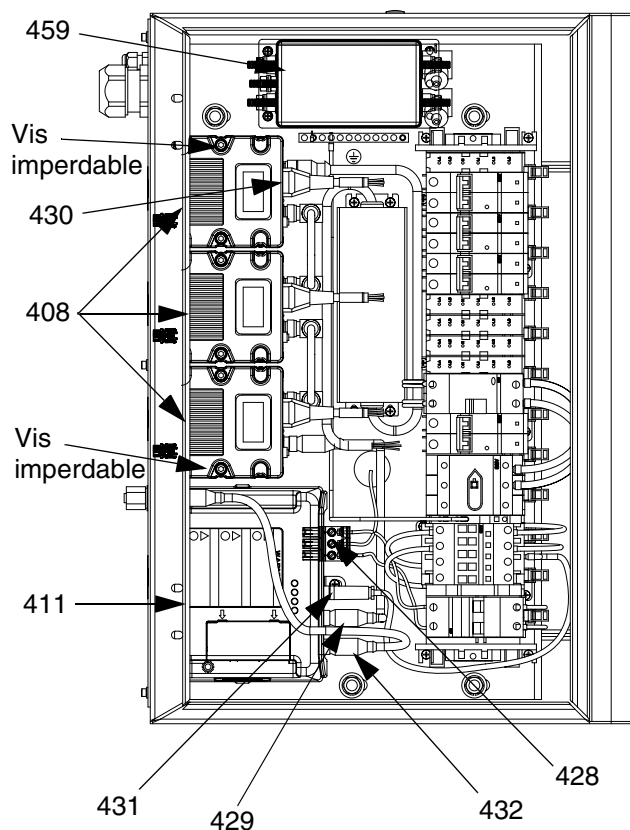
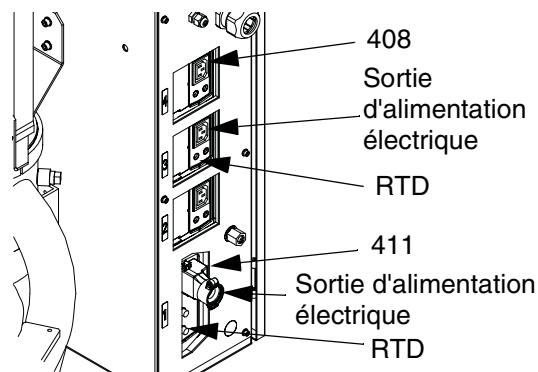

FIG. 48 : Vue interne du boîtier électrique
FIG. 49 : Vue arrière du boîtier électrique
1. Ouvrez la porte du boîtier (402). Débranchez les câbles suivants du TCM basse tension (408) :
- Câble d'alimentation électrique d'entrée (430)
- Câble d'alimentation électrique de sortie (consultez la Fig. 49)
2. Desserrez les deux vis imperdables (409) maintenant le TCM basse tension (408) sur l'embase (407) puis retirez-le. Consultez la Fig. 48.
1. Ouvrez la porte du boîtier (402). Déconnectez l'alimentation électrique sortante et les câbles de RTD du TCM haute tension (411). Consultez la FIG. 49.
2. Retirez le panneau latéral du boîtier électrique (436). Consultez la section **Pièces de rechange du boîtier électrique**, page 90.
3. Débranchez les quatre câbles entrants (432, 428, 429, 431) du TCM haute tension. Consultez la FIG. 48.
4. Retirez les deux vis (415) qui fixent les supports (412, 413) du TCM haute tension au boîtier électrique. Retirez le TCM haute tension. Consultez la section **Pièces de rechange du boîtier électrique**, page 90.